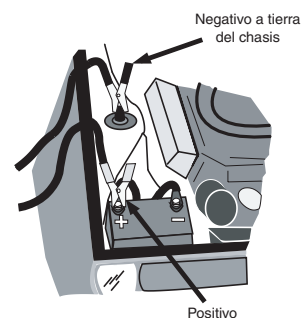

Figura 1
4. Determine cuál de los bornes de la batería está conectado a tierra en el chasis. Si el borne negativo está conectado al chasis (como en la mayoría de los vehículos), vea la figura 1 y el paso 5 a. Si el borne positivo está conectado al chasis, vea el paso 5 b.